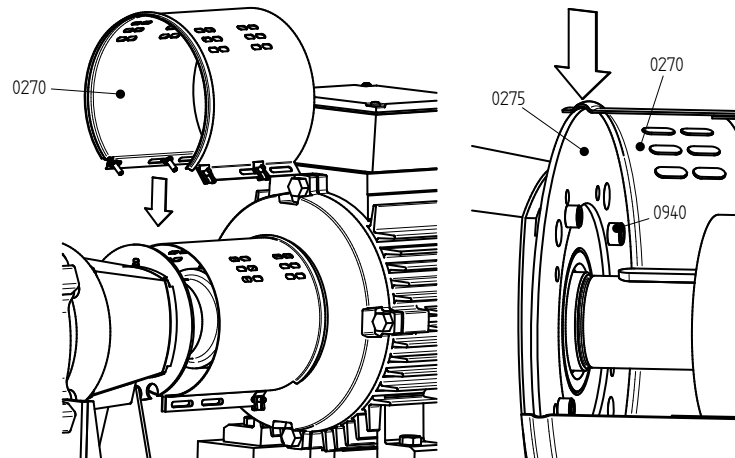

Figura 10: Instalação da cobertura do lado da bomba.
- 1 Desaperte os parafusos (0940) e remova a placa de montagem (0275) do suporte de rolamento (2100). Consulte a figura 10.
- 3 Instale a placa de montagem (0275) no suporte de rolamento (2100) com os parafusos (0940). Consulte a figura 10.